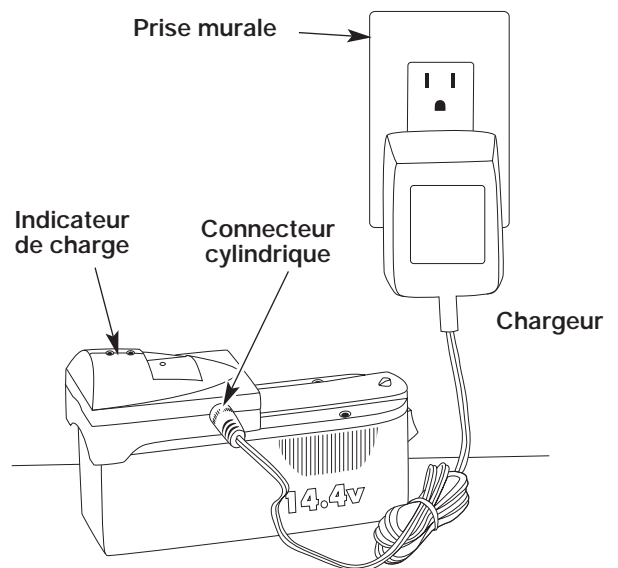

Fig. 3
2. Brancher le chargeur 14.4V dans la prise de courant, et sa fiche en forme de barillet dans le support de charge (Fig. 3). S'assurer que la prise électrique est bien une prise normale de maison, alimentant un courant alternatif d'une tension de 120 V à 60 Hz.
- Une fois que la batterie est chargée, débrancher le chargeur de 14.4V de la prise électrique, et retirer la batterie du support de charge (Fig. 3).